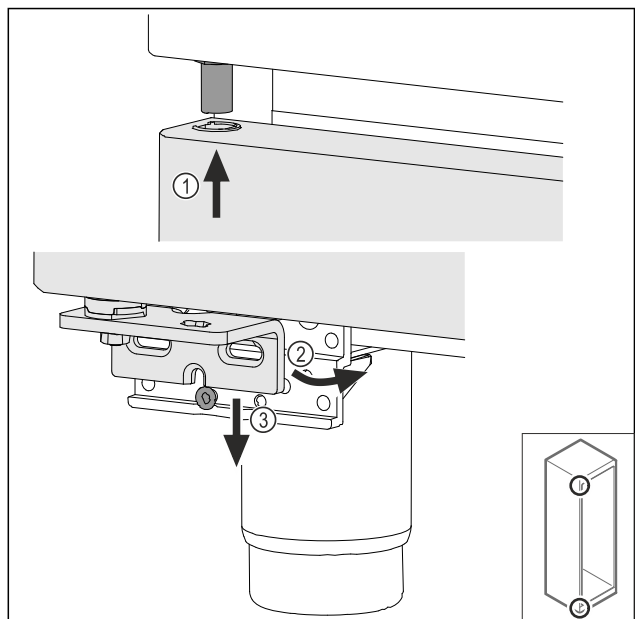

Fig. 43
- Kissé megbillentve fűzze be az ajtót felül Fig. 43 (1), majd igazítsa egyenesbe az ajtót Fig. 43 (2), és helyezze rá az alját a csapágybak csavarjára Fig. 43 (3).